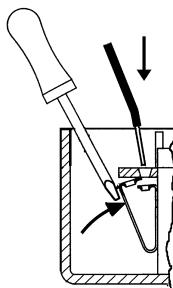

FIG. 2
- Per collegare i fili ai morsetti della serratura premere ogni linguetta, come in figura, fino all'allineamento dei fori e introdurre i cavi già spellati (fig. 2).
- In order to connect the wires up to the lock terminals, press each tab, as shown in the diagram, until the holes are aligned, and then insert the cables after removing the insulating material from their ends (fig. 2).
- Pour connecter les câbles aux bornes de la serrure, presser chaque languette comme indiqué en figure, jusqu'à obtenir l'alignement des trous et introduire les câbles déjà dénudés (fig. 2).
- Para conectar los cables a los bornes de la cerradura, apretar cada lengüeta como en la figura, hasta la alineación de los orificios e introducir los cables ya pelados (fig. 2).
- Для подсоединения проводов к зажимам замка нажать на каждый язычок, как показано на рисунке, до центровки отверстий и вставить кабели, предварительно удалив изоляционный материал с их концов (рис.2)
- Para ligar os fios eléctricos aos terminais da fechadura, premir as patilhas conforme indicado na figura até alinhar os furos e introduzir o fio já descarnado (fig. 2).